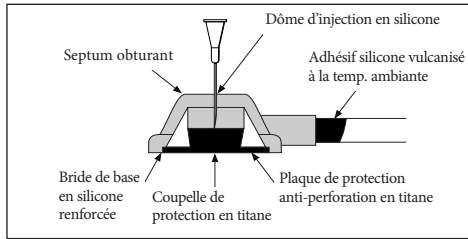

FIGURE 4
- b) Enfoncer l'aiguille dans le site d'injection jusqu'à ce qu'elle soit stoppée par la protection contre la perforation, comme il est indiqué dans la Figure 4.